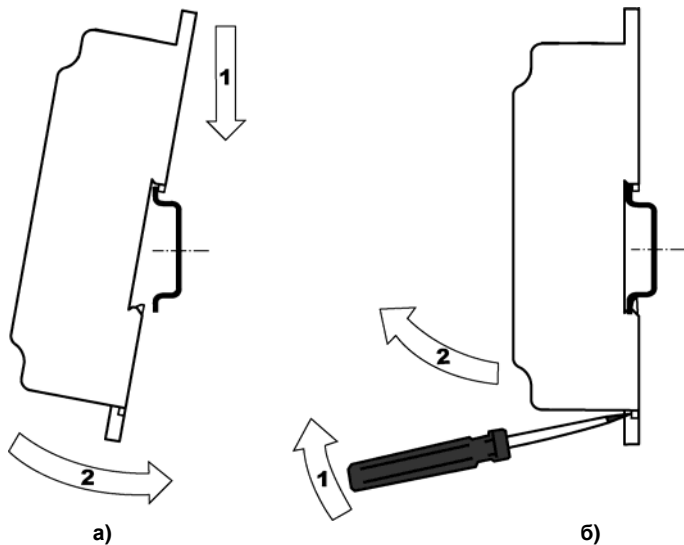

Рисунок 6.1 – Монтаж контроллера с креплением на DIN-рейку
4. Для съема контроллера с DIN-рейки в проушину защелки вставляется острое отвертки (см. рисунок 6.1, б)), и защелка отжимается по стрелке 1, после чего контроллер отводится от DIN-рейки по стрелке 2.